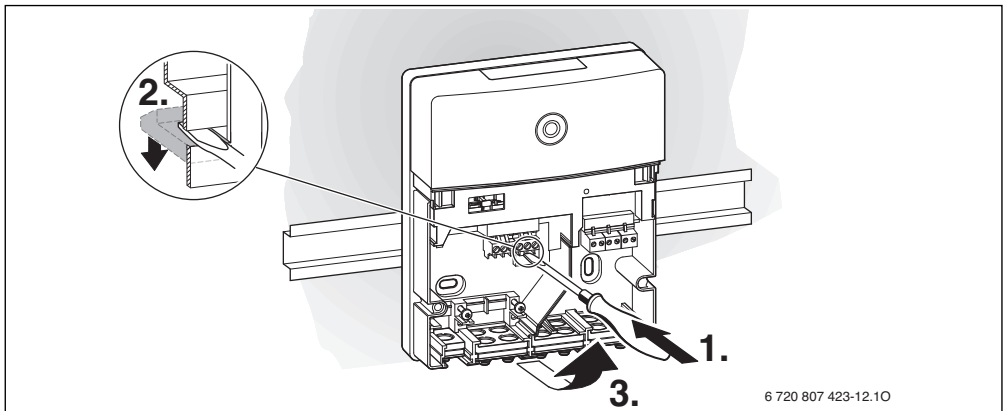

Fig. 8
- ▶ Alla rimozione del modulo dalla guida di montaggio attenersi alla fig. 8 a pag. 19.